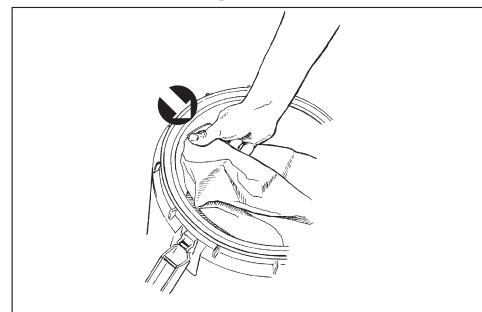

Figura 10
8. Hay una bolsa de papel desechable opcional. Si desea usar la bolsa de papel, retire el cabezal de aspiración e instale una bolsa de papel para el control del polvo, insertando el deflector de la aspiradora dentro de la zapata de montaje de la bolsa de papel. Para asegurar que la bolsa esté adecuadamente asentada sobre el deflector, el sello de goma debe estar apoyado en la ranura del deflector (Vea la Figura 10). NOTA: Verifique que la bolsa de papel esté adecuadamente asentada después del transporte, para evitar que se acumule polvo en el tanque de aspiración.